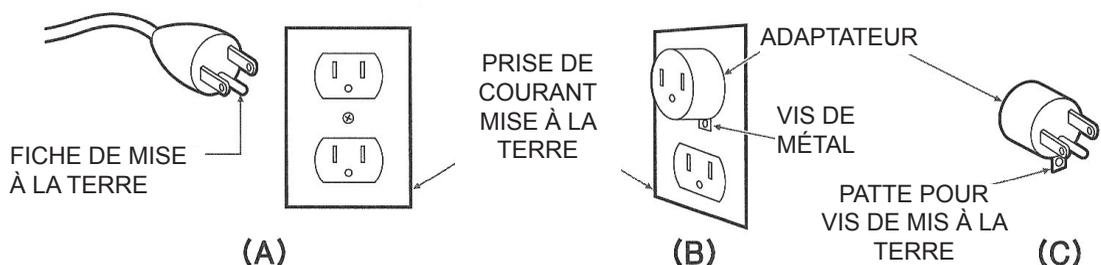

Figure 1.
2. Ce produit doit être raccordé à un circuit dont la tension nominale est de 120 V à l'aide d'une fiche à trois branches semblable à celle de l'illustration A de la figure 1. Un adaptateur temporaire ressemblant à l'adaptateur illustré en B et C peut servir à raccorder la fiche à une prise à deux pôles illustrée en B en l'absence d'une prise avec mise à la terre. L'adaptateur temporaire ne devra être utilisé que jusqu'à ce qu'une prise avec mise à la terre (A) soit installée par un électricien qualifié. La patte de fixation de couleur verte de l'adaptateur doit être raccordée à l'aide d'une vis à un couvercle de boîte électrique mis à la terre de façon permanente. Lorsque l'adaptateur est utilisé, il doit être maintenu en place par la vis. (Vérifiez si cette application est conforme aux réglementations locales.)